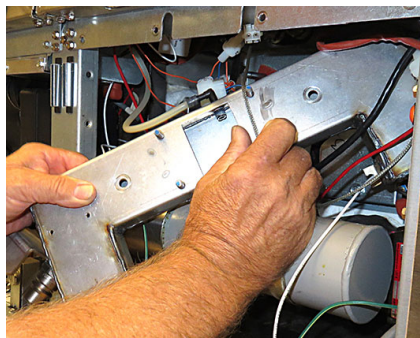

図 22
27. プレナムをワイヤの周りで操作して慎重に取り外します (図 22 を参照)。